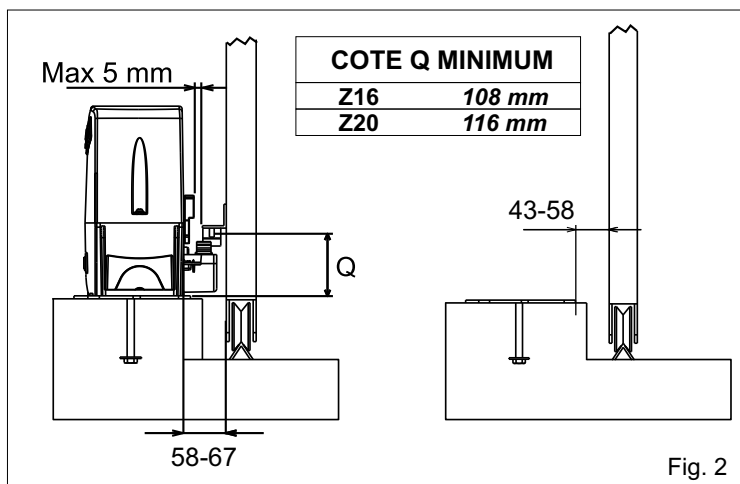
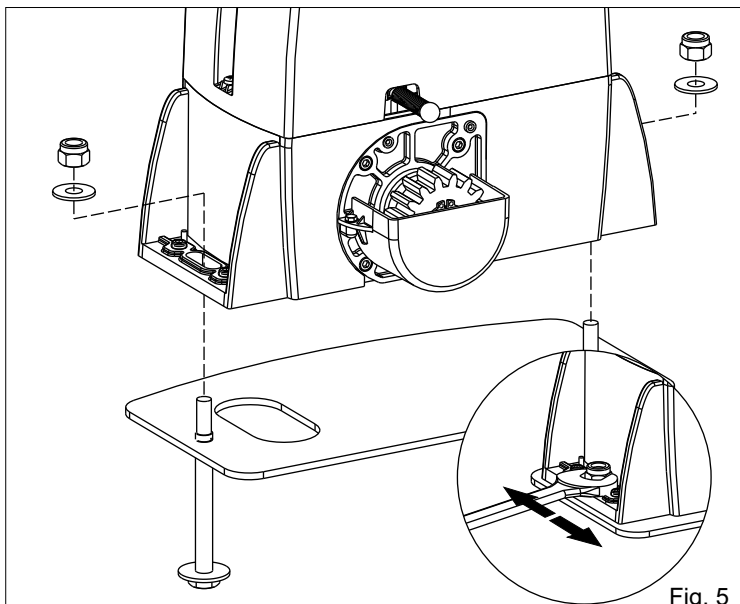

Fig. 2
Fig. 5
2.3. Avant de cimenter la plaque d'ancrage s'assurer qu'elle est parfaitement horizontale et que le cote de 50/55 mm indiqué dans Fig. 2 est respecté.
4.2. Fixer le motoréducteur à la plaquer de fondation avec les 2 écrous en réglant la position latérale (Fig.5) pour le respect des cotes cités dans Fig.2.